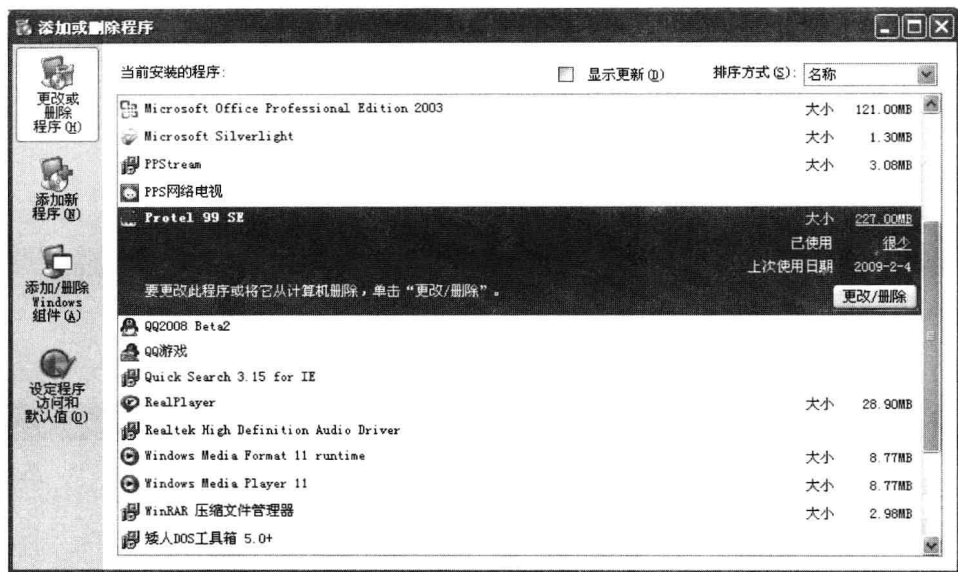

图 1-8 “添加或删除程序”对话框
① 在 Windows 的“开始”菜单中选择“设置/控制面板”选项,然后在控制面板中选择“添加或删除程序”选项,显示对话框如图 1-8 所示。